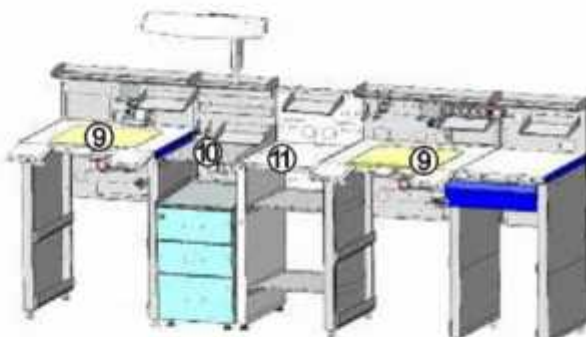

рис.3 Пример крепления Панели к столам СЗТ (9) с ПОЛКОЙ 1.1 БРИДЖ (10) и СТЕЛЛАЖ МАСТЕР (11)
- закрепить Панель (1) на задней стенке ТУМБА 1.1 М винтами из комплекта поставки тумбы;
- закрепить полку (2) на верхнем торце Панели (1) двумя винтами;
- если требуется, скрепить бок Панели (1) с боковым торцом задней стенки установленного рядом стола (при наличии, рис.3) крепежом из комплекта поставки стола;
- установить зацепы рейлингов (3) в соответствующие пары пазов;
- «Окна» (4) – для проводки сетевых шнуров, соединительных проводов и шлангов.